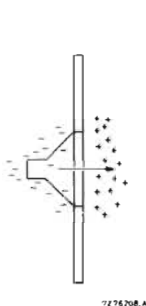

Fig 3.1. En högtalare som monteras på en liten baffel utsätts för akustisk kortslutning vid låga frekvenser.
■ ■ Betrakta en högtalare som monterats på en liten baffel. När konen rörs framåt, komprimeras luften framför den och förtunnas bakom den som visas i fig 3.1. Den komprimerade luften läcker runt baffelns kanter; impedansen hos den belastande luften är låg (som för en omonterad högtalare) och därmed är det utstrålade ljudtrycket litet. Denna effekt blir mest uttalad när avståndet som ljudvågen har att färdas från högtalarens framsida till dess baksida blir en halv våglängd. Vid 40 Hz, till exempel, måste baffeln vara åtminstone 4,25 m i fyrkant för att förhindra märkbar utsläckning om högtalaren monteras i centrum. Ju större baffel, desto bättre isolation får man mellan högtalarens fram- och baksida. Total isolation uppnås med en oändligt stor baffel – uppenbarligen en omöjlig lösning!